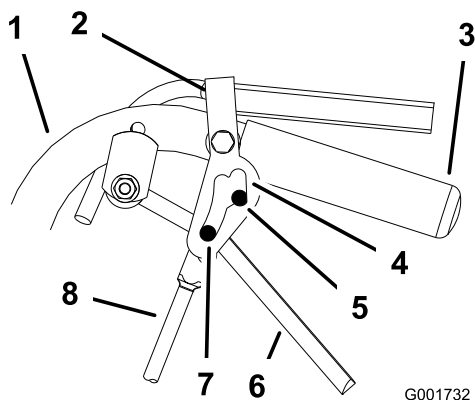

Figure 37
5. Déverrouillez et verrouillez le point mort en vérifiant que la roue ne tourne pas (Figure 37).